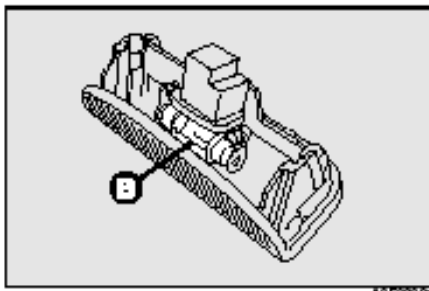

рис. 41
- ❑ Для замены лампы **B** - **рис.41**, извлеките ее из пружинных контактов; убедитесь, что новая лампа надежно зафиксировалась в контактах;